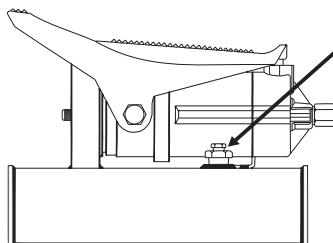
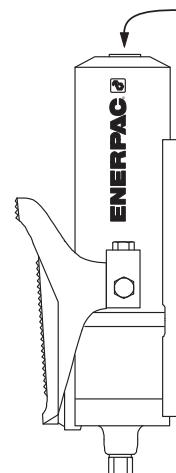

Figura 2
Figura 1
- Sujete la bomba por uno de sus extremos como se muestra en la Figura 1 y saque el tapón de llenado. En el modelo PA-1150, el tapón de llenado está ubicado en el costado de la bomba, como se ilustra en la Figura 2.